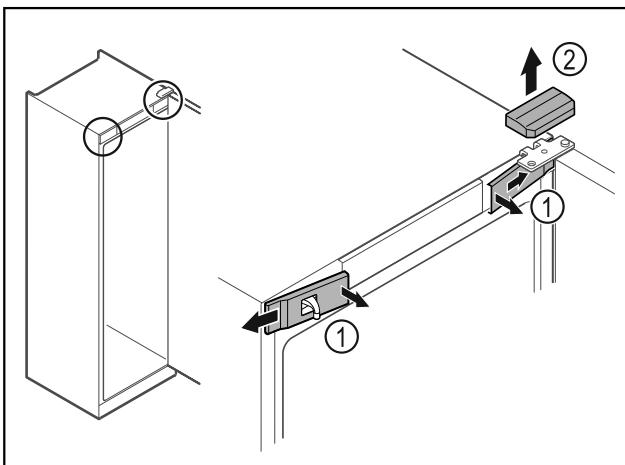

Fig. 13
- Izvadite prednje poklopce Fig. 13 (1) iznutra i skinite ih na stranu.
- Skinite gornji poklopac Fig. 13 (2) prema gore.